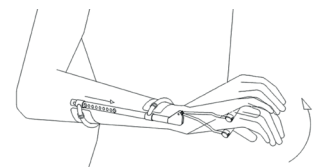

Abbildung 7: Federkraft
4. Nachdem der Kleber vollständig ausgehärtet ist, können Sie die Feder auf die gewünschte Spannung einstellen. Entfernen Sie hierzu zunächst den Federstift und bringen Sie ihn anschließend im gewünschten Loch an. Eine distalere Position entspricht einer höheren Federkraft (Abbildung 7). Zum Entfernen der Feder muss erst die Spannung der Feder entfernt werden, da die Federstiftsicherung durch die Federspannung realisiert wird. Zur Aufhebung der Spannung ist der Spannstift (25035) zu verwenden (Abbildung 8).